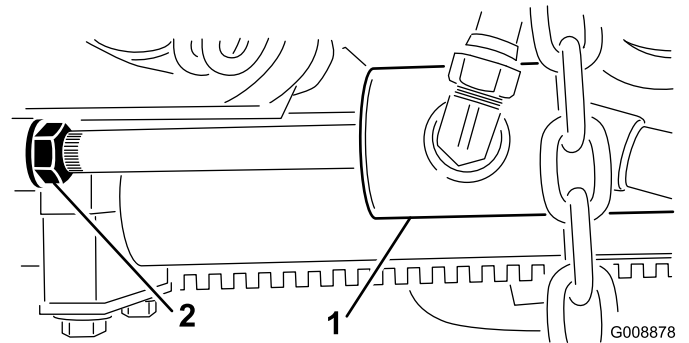

**Figura 10**
1. Arranque el motor, eleve las unidades de corte y compruebe que la holgura entre cada brazo de elevación y el soporte de la chapa de suelo es de 5 a 8 mm (Figura 10).